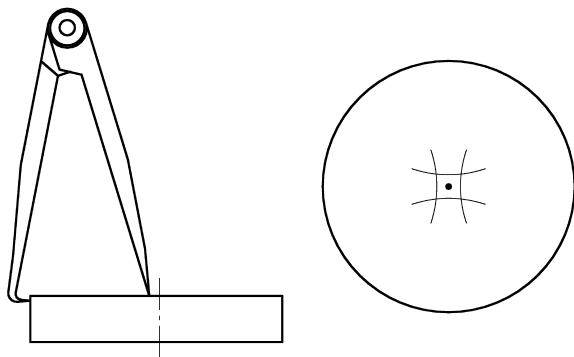

图 3-12 弯脚划规划线操作
(5) 弯脚划规操作方法。先通过钢直尺度量出所划圆的半径尺寸,再用弯脚划规尖在工件的圆柱面上定位;然后用直脚划规尖在工件的端面从相互垂直的四个方向划出一小段圆弧,四小段圆弧如同“井”字形状,“井”字要尽量小一些;最后目测确定“井”字的中心并用样冲打出冲眼,如图 3-12 所示。